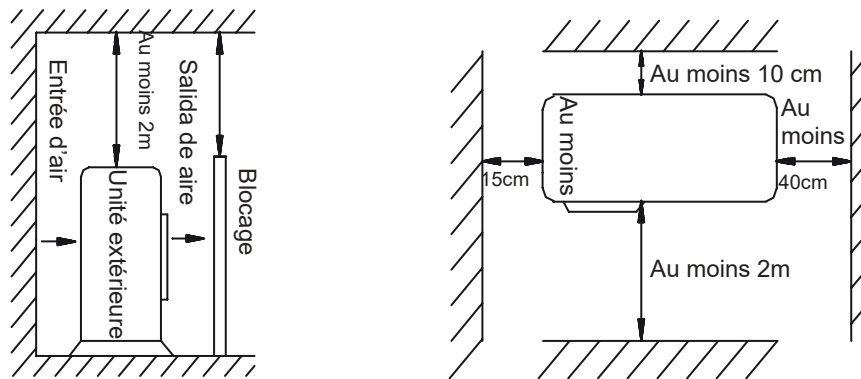

Fig.2
- La distance d'installation doit être requise comme indiqué sur la Fig.2.